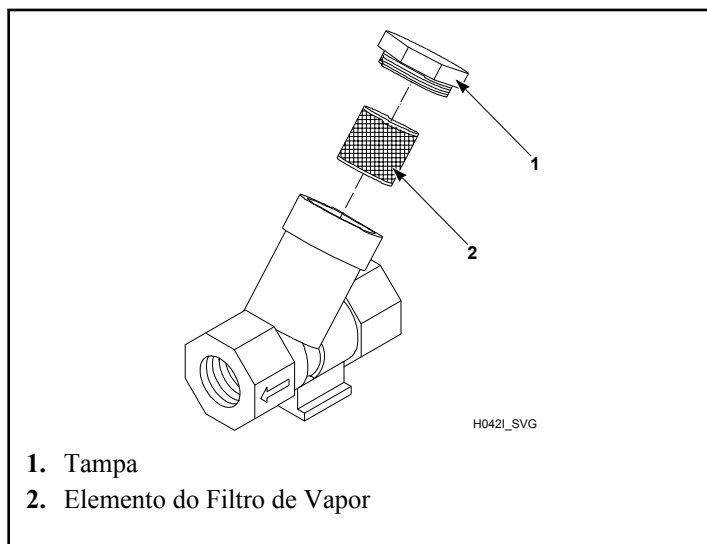

Figura 48
4. Limpe o filtro de vapor fornecido pelo cliente, quando aplicável. Consulte a *Figura 48*.